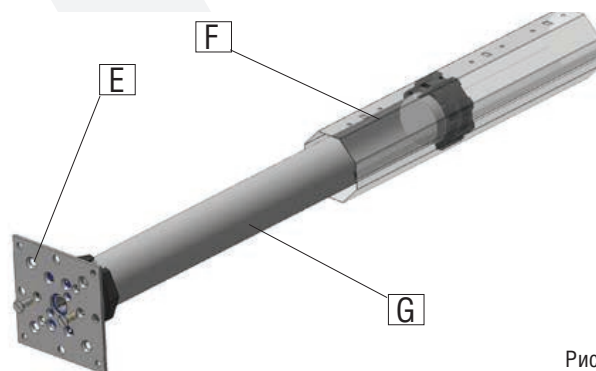

Рис.2
- Закрепите крепежную пластину (Е) на электроприводе, затем на крышке корпуса, так чтобы вал (F) был горизонтален.
- Установите привод RollHan (G) в вал (F) до упора в адаптер концевых выключателей (А).
**ПРЕДУПРЕЖДЕНИЕ:** не ударяйте по основанию привода (D) при установке его в вал.
- Установите площадку привода (D) на крепеж и затем установите пружинно-инерционный механизм на противоположном конце вала.
**ПРЕДУПРЕЖДЕНИЕ:** Длинные фиксирующие винты для крепления колец на валу могут достать до корпуса двигателя. Используйте короткие фиксирующие винты, не соприкасающиеся с корпусом привода внутри вала (Рис.2). Винты не должны заходить в вал не более чем на 4 мм.